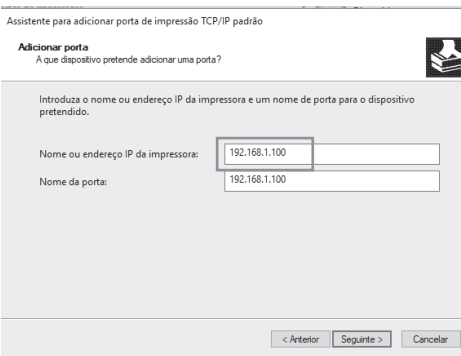

Figura 22
**4.3.3** Selecione o endereço de IP que pretende. Por defeito pode inserir 192.168.1.100 (Ver Figura 22):